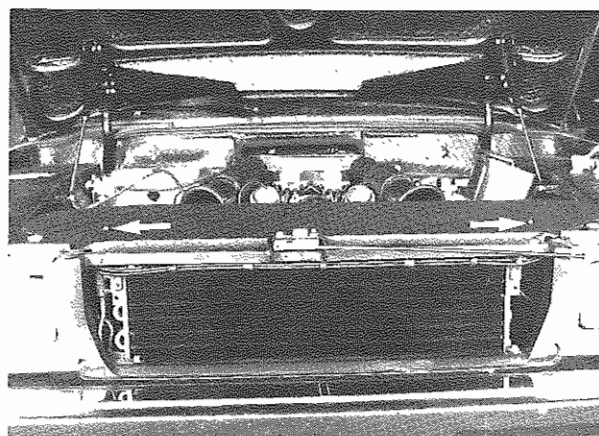

Fig. 7 - Viti fissaggio guaina copriradiatore
- Smontare la guaina copriradiatore (**Fig. 7**).
- Remove radiator cover protection (**Fig. 7**).